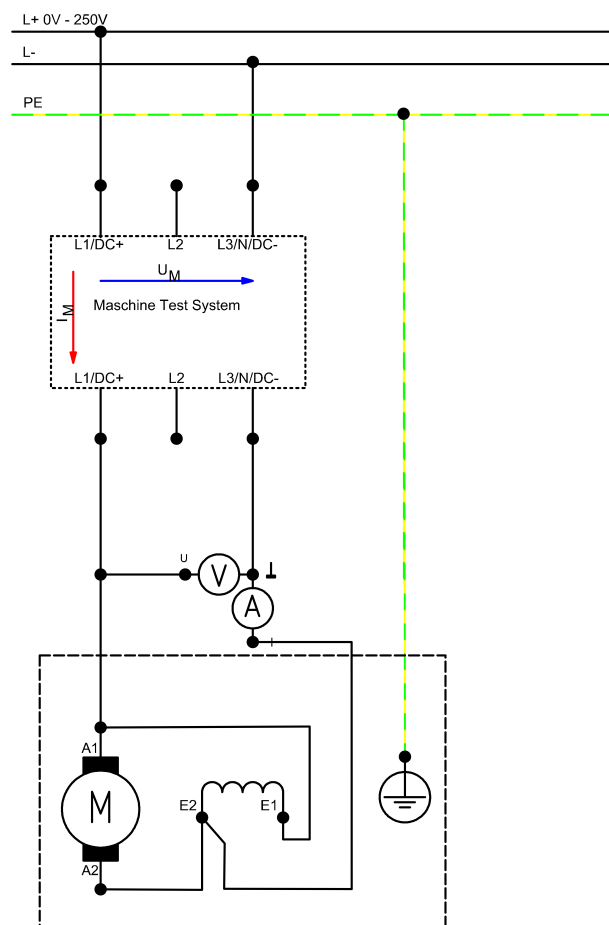

Abbildung 7: Schaltplan Gleichstromnebenschlussmotor “Belastungskennlinie”
- Bauen Sie die Schaltung nach Schaltplan (Abbildung 7) auf!